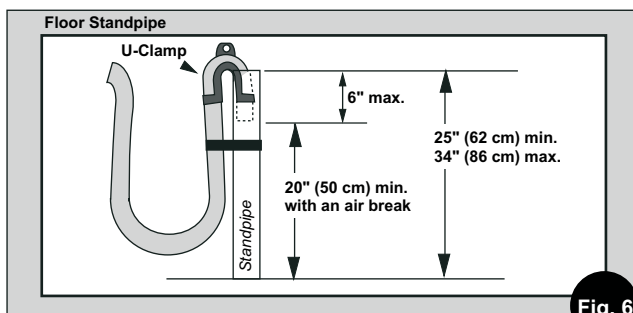

Fig. 6
L'eau peut être évacuée vers un lavabo, une conduite verticale ou un tuyau d'écoulement. Une prise d'air doit être prévue à au moins 50 cm pour éviter le siphonnage (Fig. 6).
- Introduisez l'extrémité de la décharge dans la conduite verticale ou la décharge encastrée dans le mur ou le sol (Fig. 6). REMARQUE : l'extrémité de la décharge DOIT se trouver à au moins 20" (50 cm) au-dessus de la base de la machine. Veillez à introduire le tuyau d'évacuation sur 6" (15 cm) maximum dans la décharge pour éviter le siphonnage.